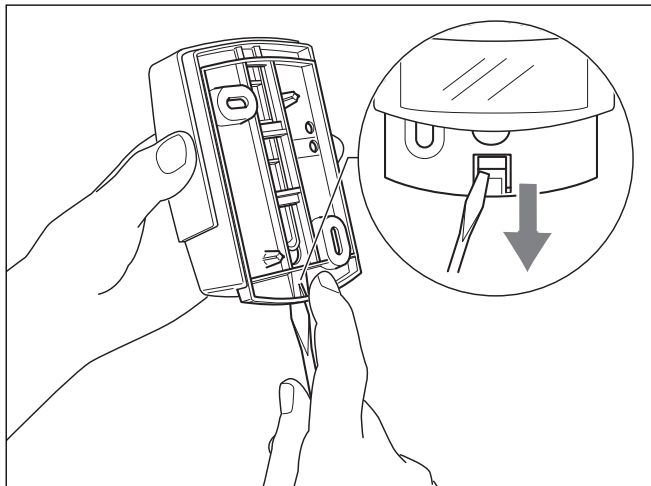

Fig. 4.2 Rimozione del supporto murale
- ⇒ Rimuovere il supporto murale della sonda radio esterna (vedere fig. 4.2).